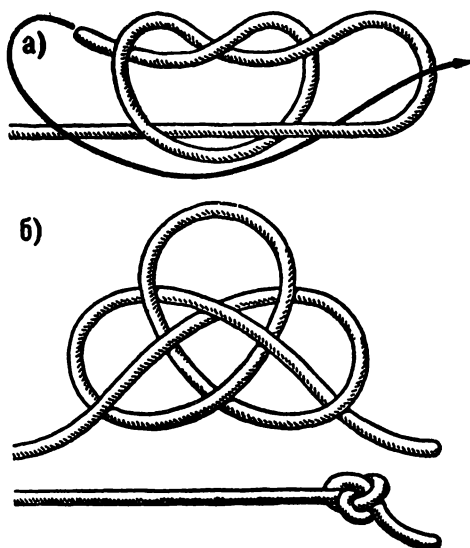

Рис. 6. Устричный узел:
**Устричный узел** (рис. 6). Несмотря на свое название, этот узел, как и восьмерка, благодаря своей симметрии, с успехом применяется музыкантами для крепления на колках струн скрипки, гитары, мандолины и других музыкальных инструментов. По своим размерам затянутый устричный узел намного больше восьмерки, и поэтому его используют в тех случаях, когда отверстия на колках по каким-либо причинам больше, чем нужно для той или иной струны.
У этого узла есть одна особенность завязывания: он затягивается в два приема (рис. 6, а). Сначала завяжите бегу-
На рис. 6, б показана схема устричного узла, свидетельствующая о его симметричности. В таком виде он может служить неплохим декоративным узлом-орнаментом для отделки женского платья или рисунком для вышивания.